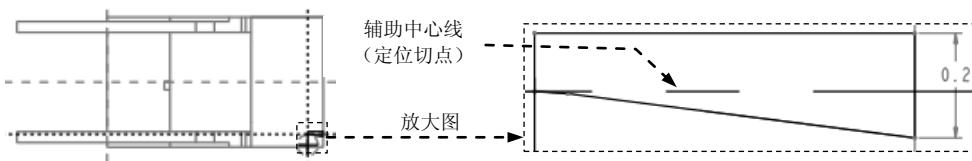

图 19.14 截面草图
(3) 选择 **视图** 功能选项卡 **模型显示** ▾ 区域中的“显示样式”按钮  , 按下  按钮, 将模型的显示状态切换到虚线线框显示方式。
(4) 进入草绘环境后, 选取 MOLD_FRONT 基准平面和 MAIN_PARTING_PLN 基准平面为草绘参考, 利用“使用边”命令绘制图 19.14 所示的截面草图; 完成特征截面的绘制